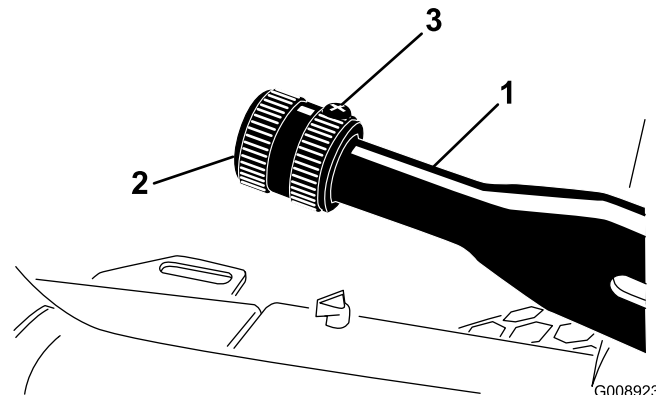

Figura 51
1. Afloje el tornillo de fijación que sujeta el pomo a la palanca del freno de estacionamiento (Figura 51).